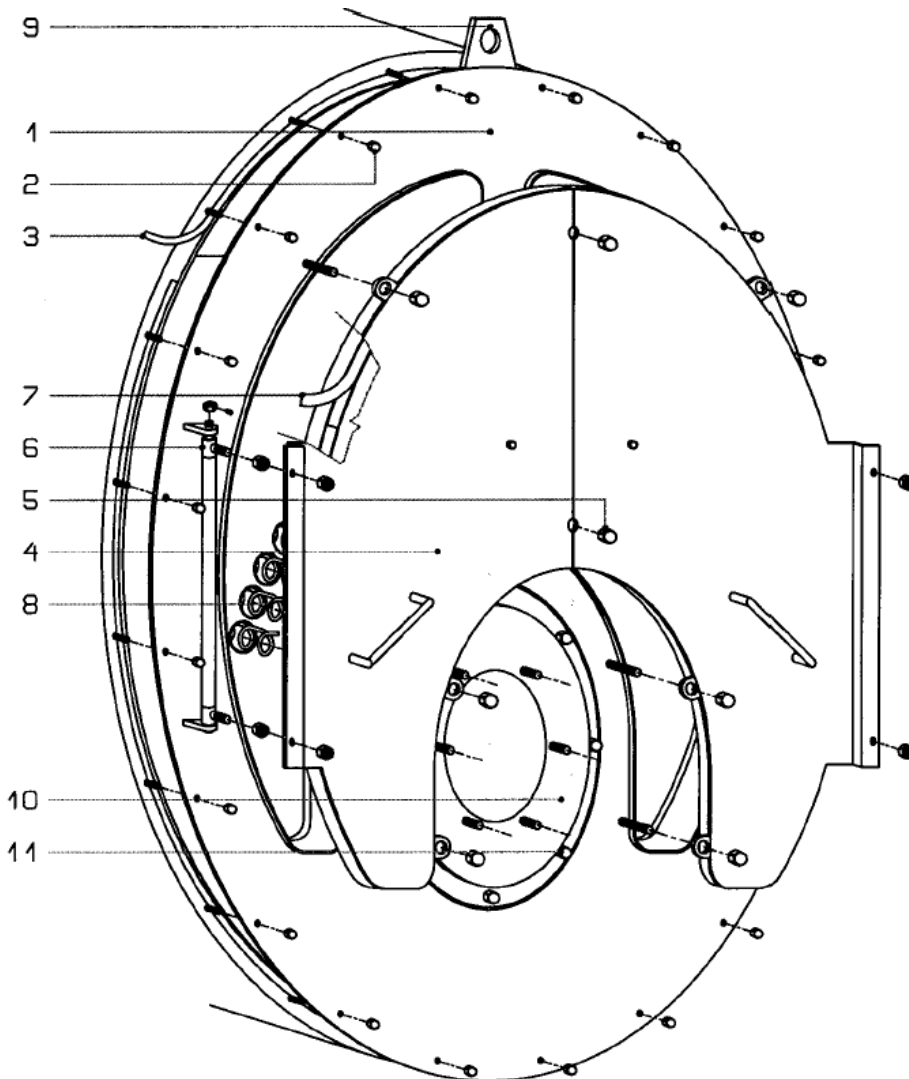

Рис. 4
**РЕГУЛИРОВАНИЕ КРЫШЕК ПЕРЕДНЕГО ЛЮКА (рис. 4 поз. 4)**
**УДАЛЕНИЕ ПЕРЕДНЕЙ ПЛИТЫ (рис.4)**